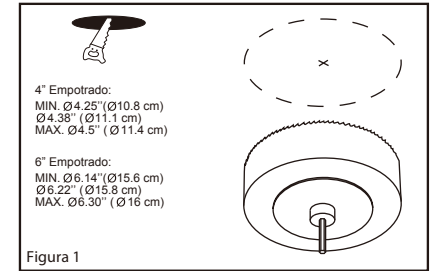

Figura 1
1. Haga un recorte en el techo y prepare los cables de alimentación eléctrica. Instala y desprotege el cable de alimentación eléctrica 6" (15 cm) y los alambres 5/8" (1,6 cm). (Figura 1)